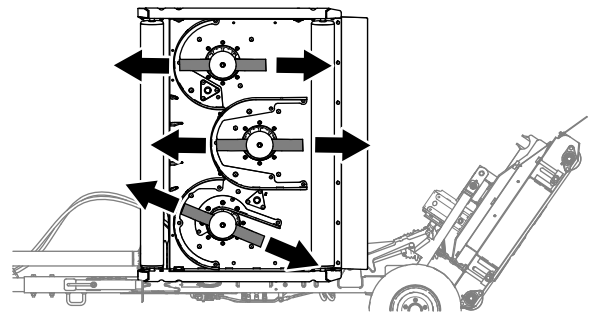

Figure 64
1. Alignez les lames de coupe comme illustré à la Figure 64.